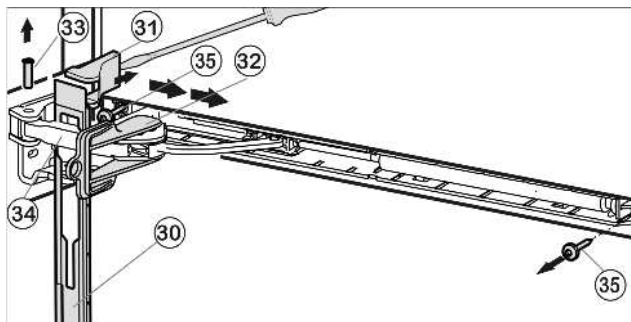

Fig. 12
- ▶ Сдвиньте накладку над амортизационной скобой Fig. 12 (34) в направлении устройства вперед.
- ▶ Зафиксируйте предохранитель Fig. 12 (32) в продольном пазе.
- ▶ Подденьте крышку Fig. 12 (31) отверткой с внешней стороны и снимите в направлении наружу.
- ▶ Выдавите палец Fig. 12 (33) снизу.
- ▶ Нажмите амортизационную скобу Fig. 12 (34) в направлении дверцы.
- ▶ Снимите накладку Fig. 12 (30).
- ▶ Открутите узел амортизатора закрывания дверцы (2 шт. Torx® 15) Fig. 12 (35).